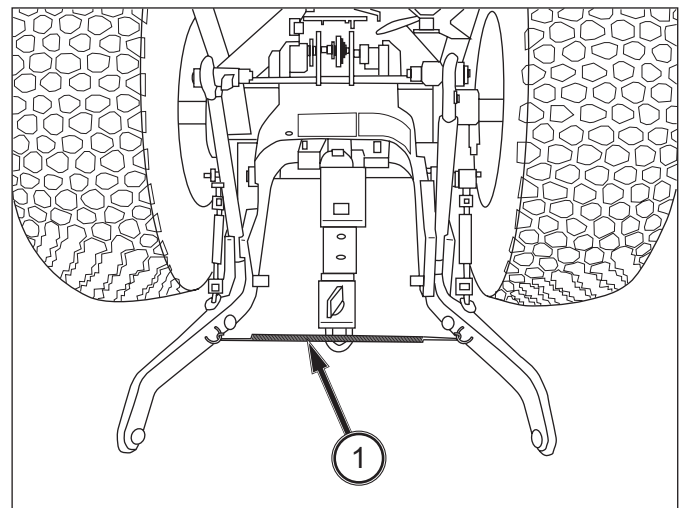

ABB. 96
ABB. 96: Die Absenkgeschwindigkeit kann bei Bedarf mit dem Kontrollgriff für die Absenkgeschwindigkeit (4) eingestellt werden. Wenn Sie den Griff ganz in Uhrzeigerichtung drehen, senkt sich das Hubwerk nicht.